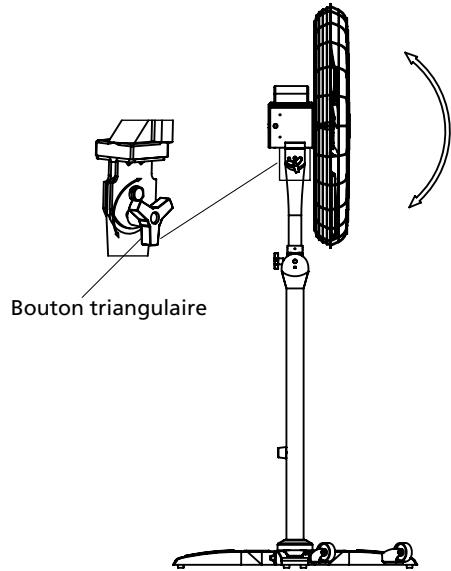

Figure 9
- Réglez l'angle d'inclinaison en serrant le bouton triangulaire du montant supérieur. (Figure 9)